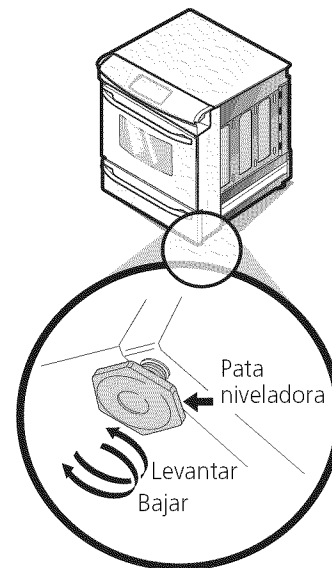

Figura 10
4. Nivele la estufa si es necesario ajustando las cuatro patas niveladoras con una llave (Ver la Figura 10 abajo). Se requiere un espacio libre mínimo de 1/8" (0.8 cm) entre la parte inferior de la estufa y los niveladores de las patas traseras para dejar espacio para los soportes antivuelco.